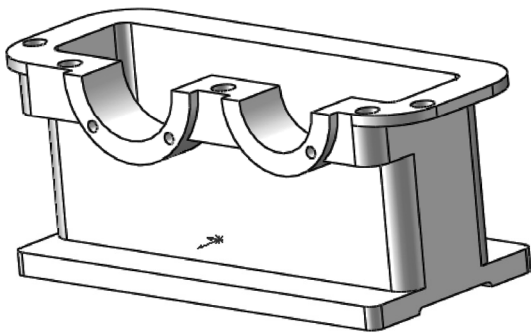

图 9-75 创建小端盖安装盲孔
**03** 创建切除拉伸实体。选择菜单栏中的“插入”→“切除”→“拉伸”命令，或单击“特征”控制面板中的“拉伸切除”按钮，系统弹出“切除-拉伸”属性管理器；在“深度”文本框中输入 20.00mm，然后单击“确定”按钮，完成小端盖安装孔的创建，如图 9-75 所示。